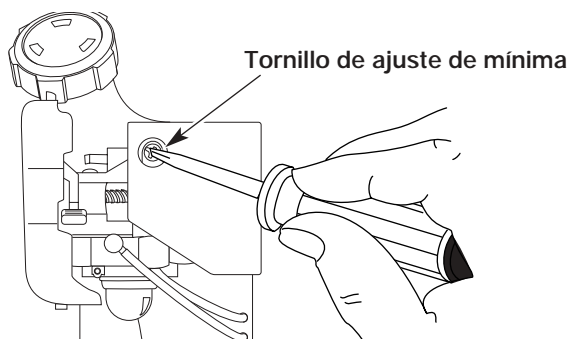

Figure 49
La velocidad lenta del motor puede ser ajustada por la cubierta del silenciador / filtro de aire (Fig. 49).
2. Suelte el gatillo del regulador y deje que el motor funcione en marcha en vacío. Si el motor se para, inserte un pequeño destornillador Phillips o de vástago plano en el orificio de la cubierta del silenciador / filtro de aire (Fig. 49). Gire el tornillo de marcha en vacío en **sentido horario**, de a 1/8 de vuelta por vez (según sea necesario) hasta que el motor funciona marcha en vacío.